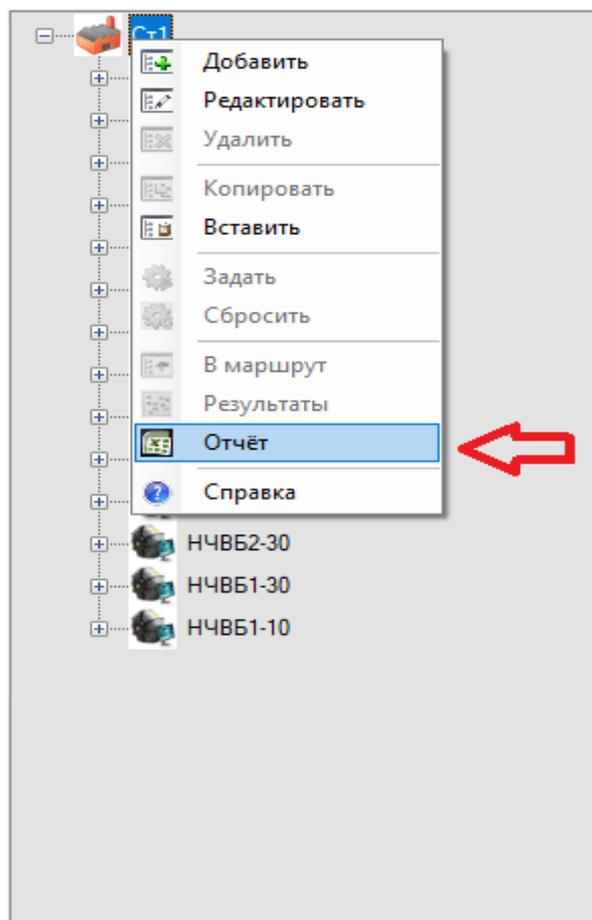

Рисунок 4.19.1
2. В появившемся контекстном меню выбрать «Отчет», рисунок 4.19.1.